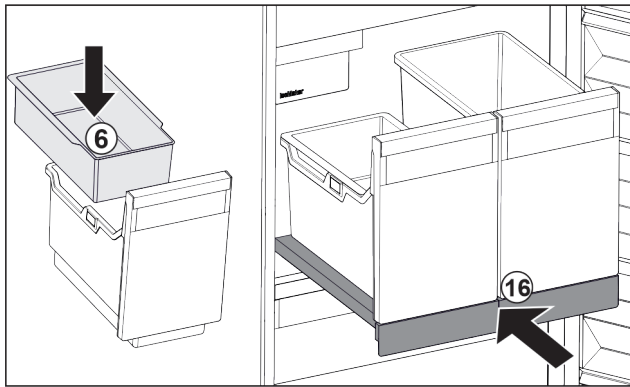

Fig. 125
- Einhängeschale Fig. 125 (6) für Eiswürfel einsetzen.
- Auszugsbord mit Behälter (IceTower) einschieben. Fig. 125 (16)